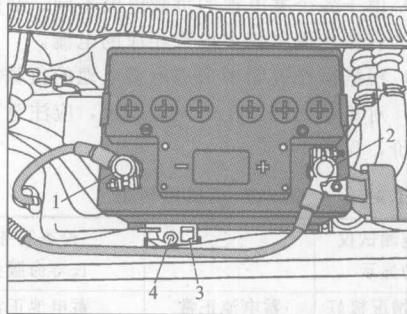

图 1-15 检查蓄电池接线柱接线是否固定良好
(1) 检查车辆蓄电池上的接线柱的固定位置，如图 1-15 所示。必要时，拧紧负极接线柱 1 以及正极接线柱 2 上的螺母。
(2) 检查蓄电池的固定位置，必要时将坚固螺栓拧紧在固定钢箍 3 上（如图 1-15 所示）。
(3) 检查蓄电池接线柱接线是否固定良好，相关部件的拧紧力矩见表 1-3。